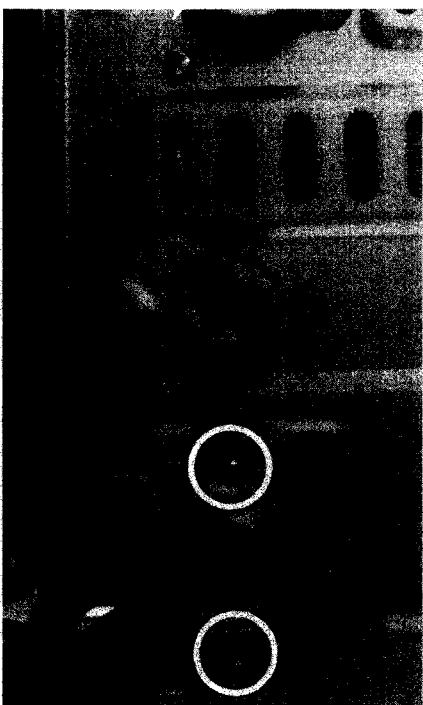

Figura 42
- ☐ Se desfac suruburile de prindere ale pompei si blocului hydraulic aflate in partea dreapta jos a centralei (*Figura 42*).